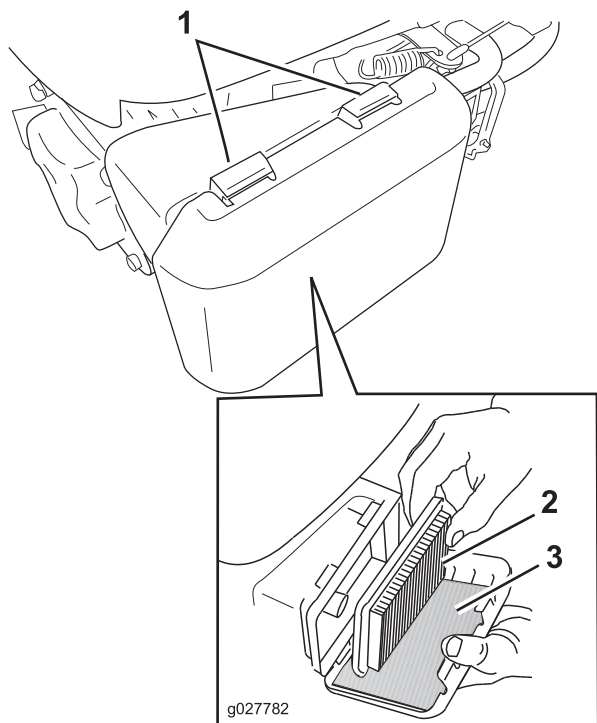

Figure 21
1. Appuyez sur les languettes de verrouillage en haut du couvercle du filtre à air (Figure 21).
3. Retirez l'élément en papier et le préfiltre en mousse (Figure 21).